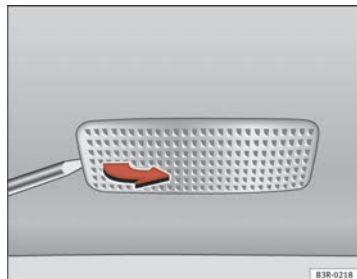

Fig. 243 Démontage de l'éclairage du pare-soleil
- Retirez le feu avec soin, en utilisant un tournevis plat ⇒ fig. 243.